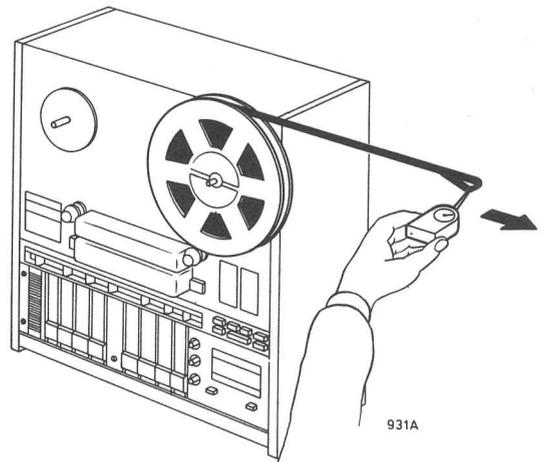
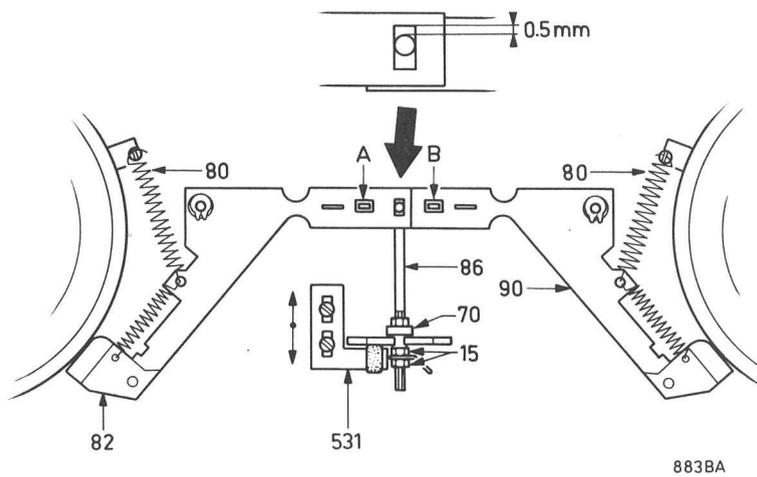

Fig. 16
Fig. 17
Bremsmagnet und Bremsen (siehe Abb. 17)
- Überprüfe die Bremskraft des linken und rechten Spulentellers; siehe Abb. 16. Diese Kraft soll ca. 1000 gcm betragen (Kraft x Strahl des aufgewickelten Bandes). Einstellung ist möglich, indem man die Federn 80 in Abb. 17 verkürzt oder auseinander zieht.